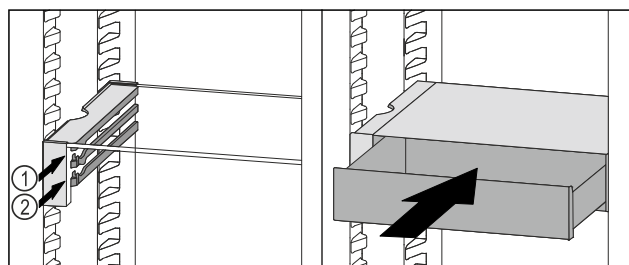

Fig. 70
- ▶ Zásuvku VarioSafe nasadte za zarážkami na požadovanom rebre Fig. 70 (1) alebo Fig. 70 (2).